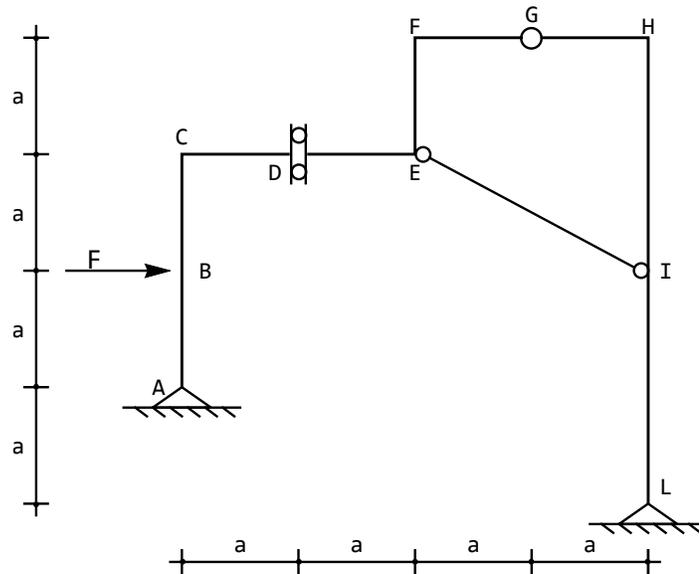

Figura 64: Lo schema strutturale
1. Per la struttura di Figura 64, disegnare il diagramma del momento flettente